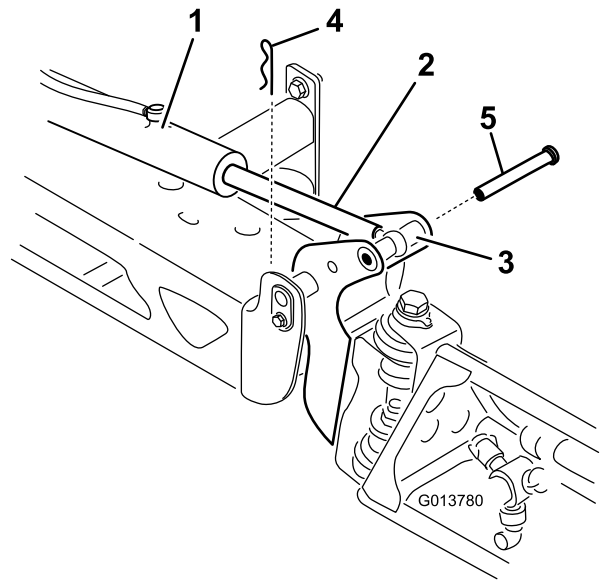

图 70
2. 从枢轴销上拆下发卡销 图 70。
3. 向上提起喷洒臂段拆下柱销然后将喷洒臂段慢慢放到地面上 图 70。
7. 支撑住喷洒臂段将柱销插入喷洒臂段枢轴和提升器杆 图 70。